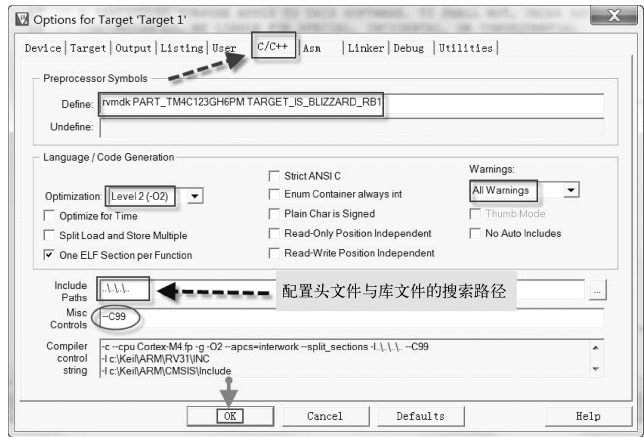

图 1-57 C/C++ 编译器配置
6) C/C++ 编译器的配置选项按图 1-57 所示进行，单击 OK 按钮确认设置。